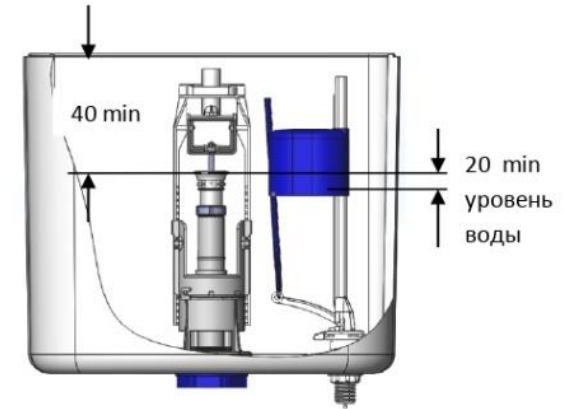

Рис.5
- 11.2. Отрегулируйте трубу перелива 11 на клапане выпуска так, чтобы расстояние от края трубы до верхнего края бачка (см. рис.5) было не менее 40 мм. Для освобождения и фиксации трубы перелива отверните (заверните) гайку 12.
Уровень воды должен быть не менее 20 мм ниже верхнего края трубы перелива. При необходимости отсоединяем поплавков 11 от тяги 10 и перемещаем вдоль стойки 9 на нужный уровень (см. Рис. 5). После защелкиваем тягу 10 на поплавке 11.